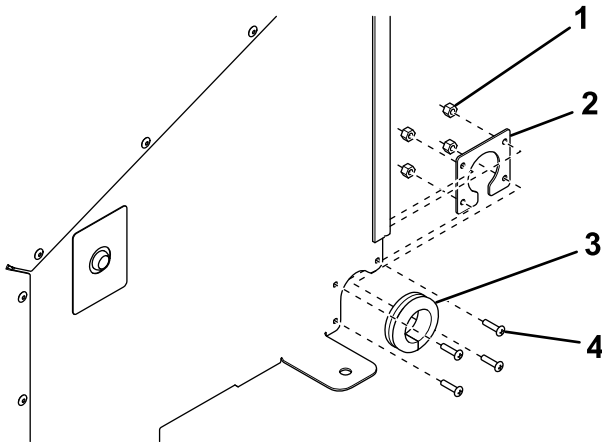

**Bild 5**
11. Setzen Sie die Lichtbaugruppe durch die Bohrung ein und befestigen Sie diese mit dem Halteclip (Bild 5).